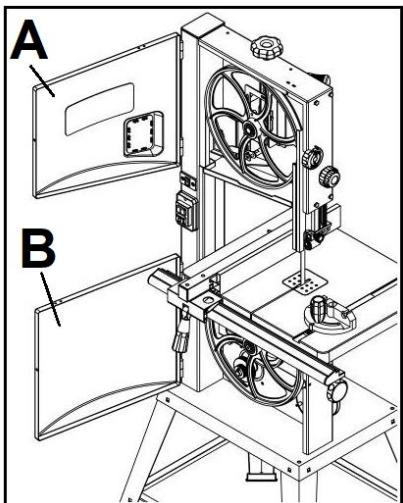
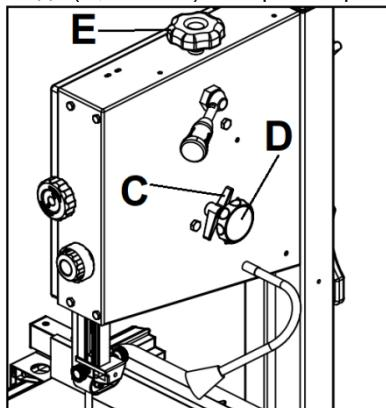
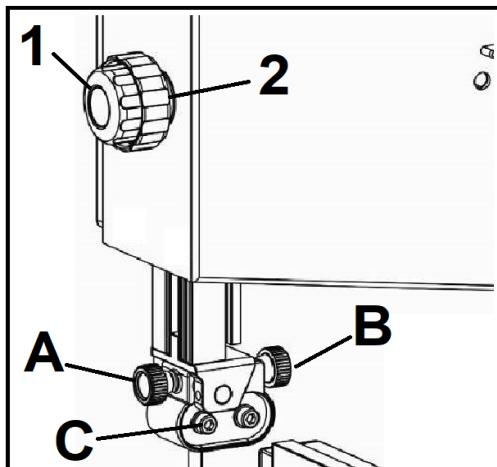

Рисунок 14
Рисунок 15
Рисунок 17
Если пильная лента не движется по центру резинового обода, ход ее необходимо откорректировать, отрегулировав наклон верхнего шкива пильной ленты. Откройте верхнюю и нижнюю дверцы (A, B, Рис. 14). Ослабьте ручку фиксатора регулировки хода, вручную вращайте верхний шкив, не касаясь пильной ленты. Поверните ручку регулировки (D, Рис. 15) по часовой стрелке или против часовой стрелки до тех пор, пока пильная лента не будет двигаться по центру резинового обода.
После регулировки снова затяните ручку фиксатора регулировки хода (C, Рис. 15) и закройте крышку.
МЕДЛЕННО поверните ручку регулировки хода (D, Рис. 15), одновременно вращая верхний шкив. Поворот ручки регулировки хода по часовой стрелке (если смотреть с задней стороны станка) приведет к тому, что пильная лента будет смещаться в направлении задней части станка; поворот ручки против часовой стрелки приведет к тому, что лента будет смещаться в направлении передней части станка.
- Поворачивая ручку регулировки (E, Рис. 15) по часовой стрелке, можно увеличить натяжение пильной ленты.
- Поворачивая ручку регулировки (E, Рис. 15) против часовой стрелки, можно ослабить натяжение пильной ленты.
Установите верхнюю направляющую пильной ленты с помощью ручки регулировки (2, Рис. 17) на желаемую высоту, ослабив фиксирующую ручку (1, Рис. 17). После регулировки снова затяните фиксирующую ручку.
- Ослабьте ручку (A) и отрегулируйте подшипниковый узел так, чтобы боковые подшипники располагались на расстоянии 1-2 мм от впадины зуба полотна (изогнутая область в основании зуба). Снова затяните ручку (A, Рис. 17).
- Ослабьте ручку (B, Рис. 15) и установите упорный подшипник в положение 0,4 мм от задней кромки ленты. Снова затяните ручку (B, Рис.17).
- Ослабьте болт (C, Рис. 17) и отрегулируйте боковые направляющие подшипники в положение 0,1-0,2 мм от ленты. Снова затяните болт (C).